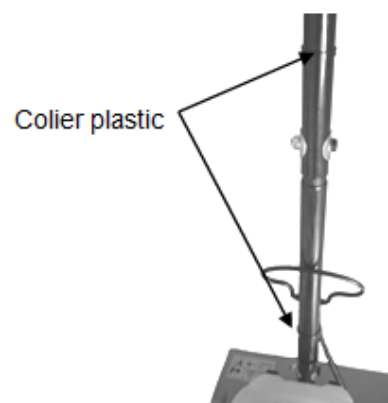

Figura 5
4. Poziționați cablul de ambreiaj și fixați-l. Consultați Figura 5 de mai jos.